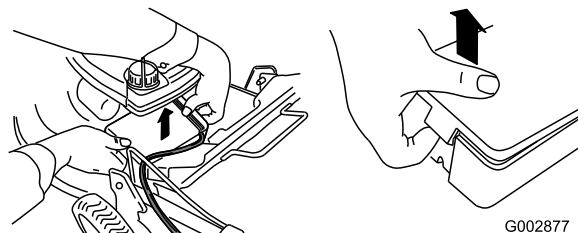

Figure 38
1. Dégagez les deux extrémités du couvercle de la batterie et déposez le couvercle (Figure 38).